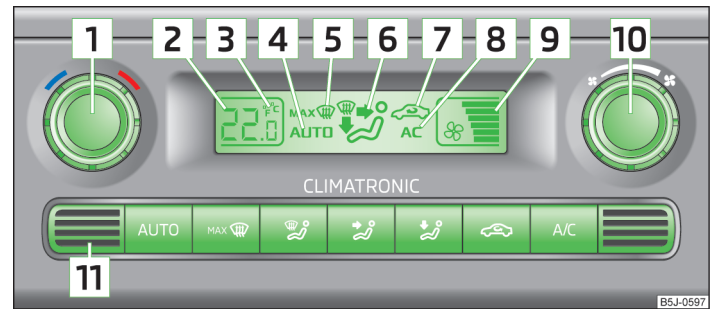

Abb. 83 Climatronic: Bedienelemente
Den Innenraumtemperatursensor  » Abb. 83 nicht überkleben oder überdecken, sonst könnte die Climatronic ungünstig beeinflusst werden.
- › Die Taste **AUTO** » Abb. 83 auf Seite 87 drücken, im Display wird **AUTO** angezeigt.
- › Den Drehregler **1** » Abb. 83 auf Seite 87 nach links bzw. rechts drehen, um die Temperatur zu senken bzw. zu erhöhen.
Im Display erscheint die Angabe in den gewünschten Temperatur-Maßeinheiten (Pos. **3** » Abb. 83 auf Seite 87).
- › Die Symboltaste  » Abb. 83 auf Seite 87 drücken.
- › Die Symboltaste  » Abb. 83 auf Seite 87 erneut drücken.
➤ Den Drehregler  » Abb. 83 auf Seite 87 nach links bzw. rechts drehen, um die Gebläsedrehzahl zu senken bzw. zu erhöhen.
Die eingestellte Gebläsedrehzahl wird durch die Anzeige der jeweiligen Anzahl von Segmenten im Symbol  » Abb. 83 auf Seite 87 im Display dargestellt.
➤ Die Symboltaste  » Abb. 83 auf Seite 87 drücken.
➤ Die Symboltaste  » Abb. 83 auf Seite 87 erneut drücken oder die Symboltaste **AUTO** drücken.